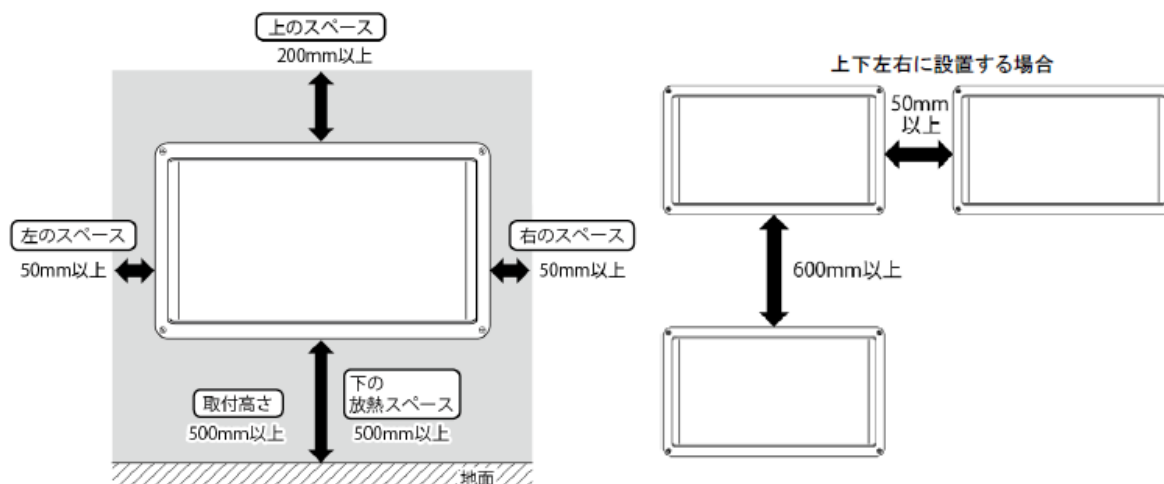

図8-1 壁面取り付け時の周囲との最低スペース
- (1) パワーコンディショナは壁面に正しい方向で取り付けてください。
- (2) パワーコンディショナの質量(壁取り付け板などを含め約 30 kg)に十分耐える壁構造が必要です。
- (3) パワーコンディショナは水平に設置してください。
- (4) パワーコンディショナの前面には点検スペースとして 800mm 以上を確保することを推奨します。また、上下左右は放熱スペース及び点検のために、図8-1に示すスペースが必要です。パワーコンディショナに同梱されている施工説明書を参照の上、正しく据付けてください。